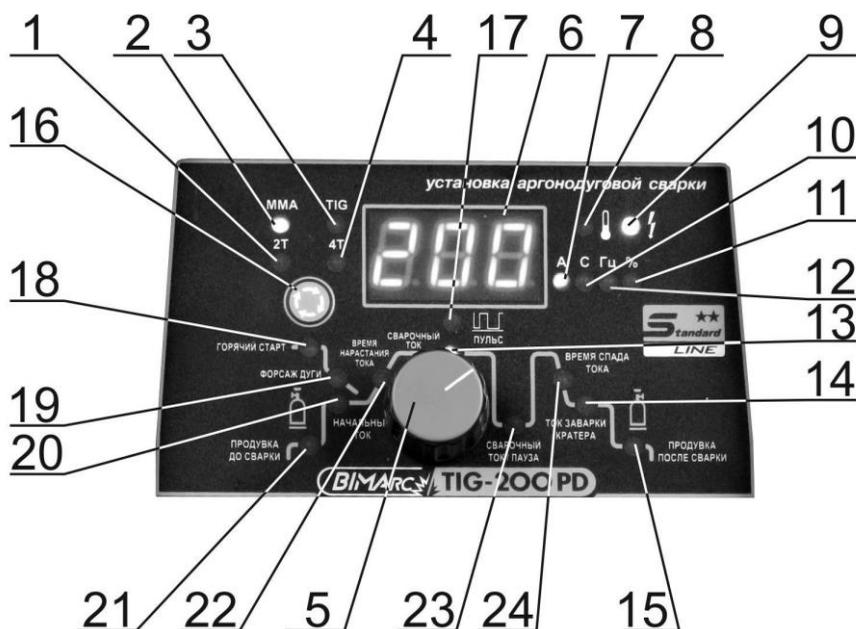

Рисунок 3 – Панель управления установки TIG-200PD
Защита установки от перегрузки работает так: на один из импульсных трансформаторов (5) установлен датчик температуры, сигнал с датчика приходит на генератор. В случае повышения температуры радиатора до установленного значения, датчик изменяет своё состояние, генератор получает сигнал, после чего формирование управляющих сигналов на импульсные транзисторы (2) прекращается и на выходных клеммах пропадает сварочное напряжение. На лицевой панели это состояние отображается включением светодиодного индикатора «Перегрев» (8 на рис.3). Обдув установки
Внешний вид лицевой панели установки для аргонодуговой сварки TIG-200PD приведён на рис. 2, панель управления на рис. 3.
Последовательным нажатием кнопки выбора режимов (16 Рис. 3) переведите установку в положение «ММА».
Последовательным нажатием кнопки выбора режимов (16 Рис. 3) переведите установку в положение «TIG» «2T» или «4T».
Часть функций активируется только в режиме «4Т», часть в режиме «пульс». Выбирая настраиваемый параметр активируем соответствующий индикатор, на электронном табло (6 Рис. 3) читаем величину, единицы измерения по индикаторам 7, 10, 11, 12 - (А, сек, Гц, %).
1. кнопкой выбора режимов (16 Рис. 3) активируйте режим «TIG» «2Т»;
5.3. При несоблюдении режима работы ПВ% (согласно таблице 1) или высокой температуры окружающей среды на панели управления загорается индикатор «перегрев» (8 Рис. 3), при этом напряжение между выходными разъёмами снимается. Спустя некоторое время, обдув, не прекращающий работать, понижает температуру установки, индикатор «перегрев» гаснет, на входных разъёмах восстанавливается напряжение.